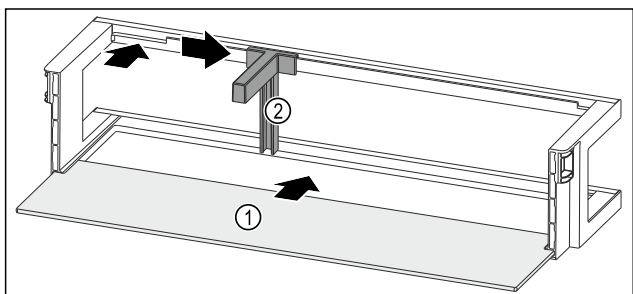

Fig. 121 Dveřní přihrádka s odkládací plochou
- ▶ Odkládací plochu Fig. 121 (1) zasuňte do bočních vybrání.
- ▶ Držák lahví Fig. 121 (2) vložte do vybrání.
- ▶ Držák lahví Fig. 121 (2) posuňte na stranu do požadované polohy.